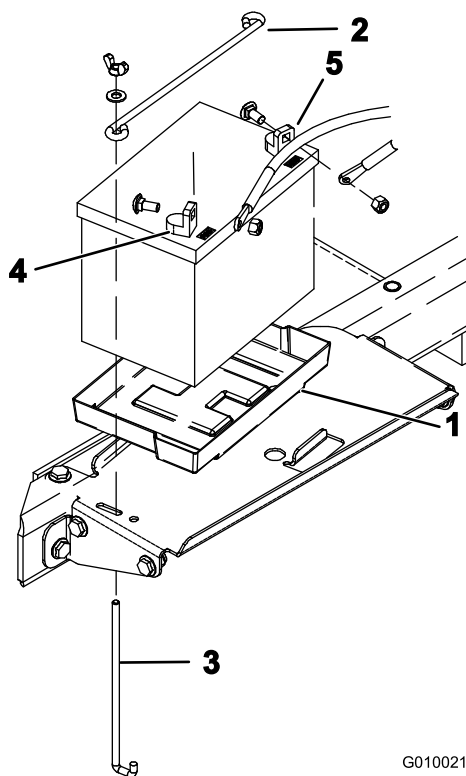

Figura 14
1. Monte la batería en la bandeja en el compartimiento de la batería (Figura 14). Coloque la batería de modo que los terminales estén alineados hacia fuera.